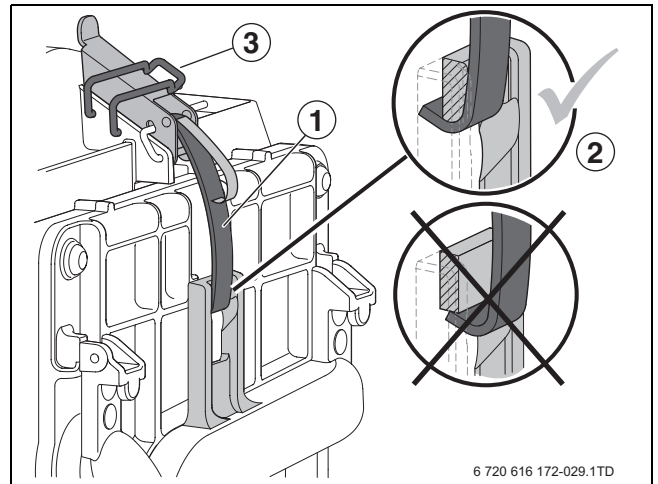

Fig. 94 Fissare e assicurare le chiusure a scatto
- ▶ Dopo aver montato il bruciatore e la copertura del bruciatore, fissare sempre le chiusure a scatto con le relative clip di sicurezza [3] (→ fig. 94).